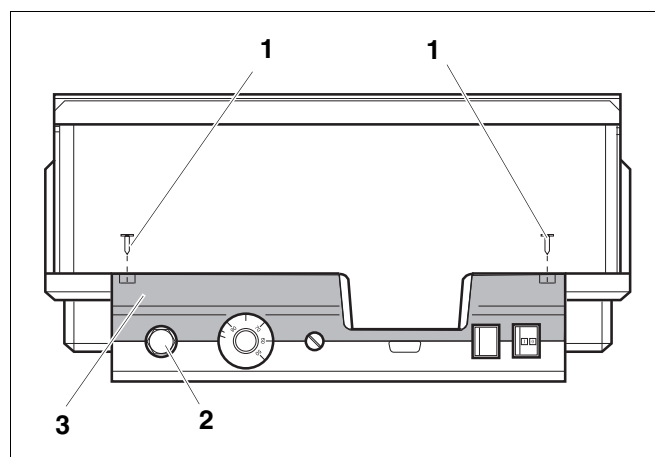

fig. 2 Aparelho de regulação Logamatic 4...
- Para o ajuste das temperatura necessárias, o limitador da temperatura de segurança (STB) (fig. 2, [2]) deve ser retirado da caixa.
- Para retirar o limitador da temperatura de segurança, é necessário desaparafusar ambos os parafusos (fig. 2, [1]).
- Retire a tampa (fig. 2, [3]).
- Desaparafuse a tampa de protecção (fig. 2, [2]).